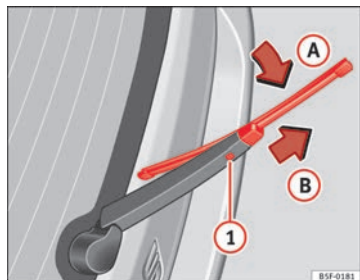

Fig. 160 Cambio de la escobilla de la luneta trasera.
- Rote la escobilla ligeramente ⇒ fig. 160 (flecha A).
- Mantenga presionada la tecla de desbloqueo ① y tire al mismo tiempo de la escobilla en el sentido que indica la flecha B.